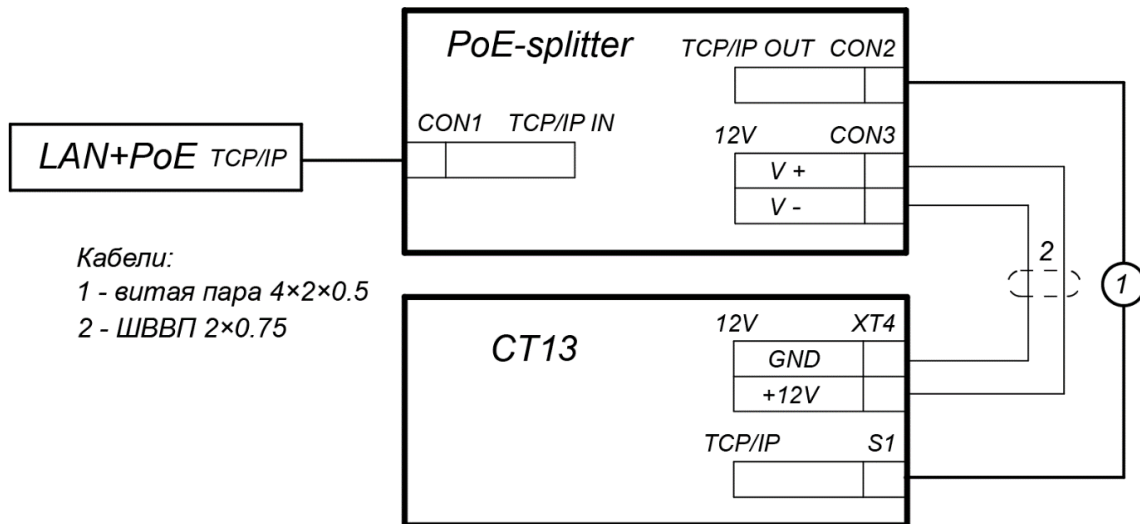

Рисунок 29. Схема подключения контроллера ЭП
3. Подключите цепь питания контроллера ЭП к разъему **Con3** сплиттера. Схема подключения приведена на рис. 29 (штекер для подключения к разъему входит в комплект поставки сплиттера).